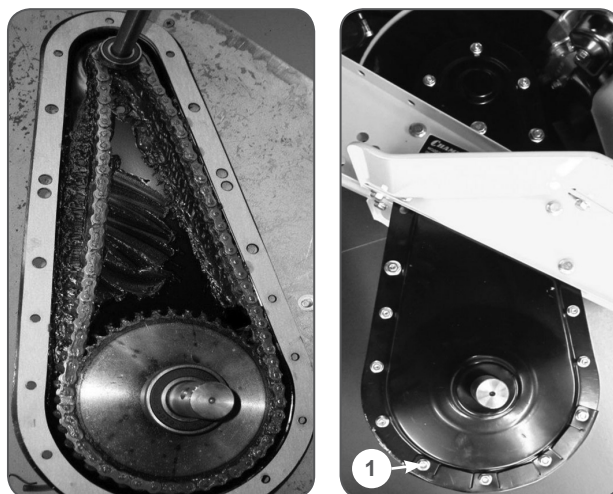

Рис.4
Для замены смазки снимите редуктор с культиватора, открутите болты крепления (1) половинок корпуса редуктора (рис.4). Для удаления старой смазки промойте детали редуктора керосином или дизельным топливом. Замените изношенные и поврежденные детали. Заложите свежую смазку, соберите редуктор.